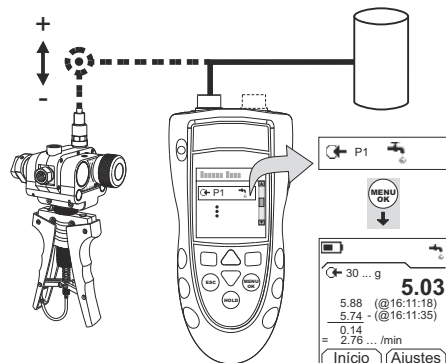

Figura 3: Configuração de exemplo – Teste de vazamento
1. Conecte o instrumento (Figura 3) e, se necessário, ajuste a Configuração (Tabela 1).